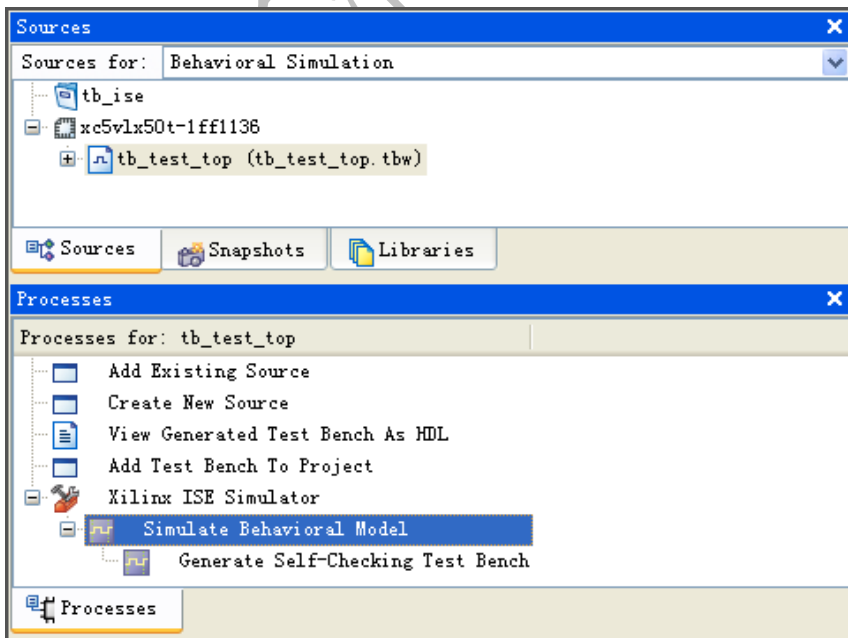

图 2.42 启动 ISE 仿真器
(2) 编辑好测试激励波形后，在“Project Navigator”的“Sources for”下拉菜单中选择“Behavioral Simulation”，选择编辑的波形文件（后缀名为 TBW），在“Processes”窗口中选择“Simulate Behavioral Model”，如图 2.42 所示。